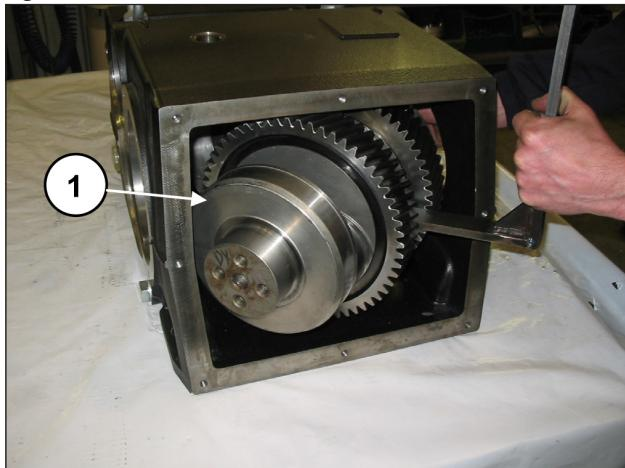

Fig. 39
Retire o eixo de manivela da parte posterior do cárter (pos. ①, Fig. 39).